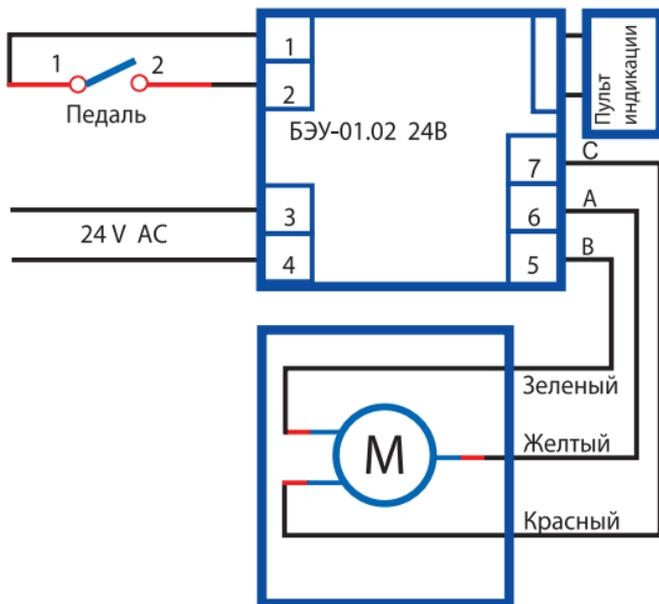

Рис.3
2. Подключить микродвигатель, педаль и питание 24В к соответствующим клеммам блока управления, Рис.3.
4. Шлейф выносного пульта соединить с соответствующим разъемом на блоке управления, Рис.3.